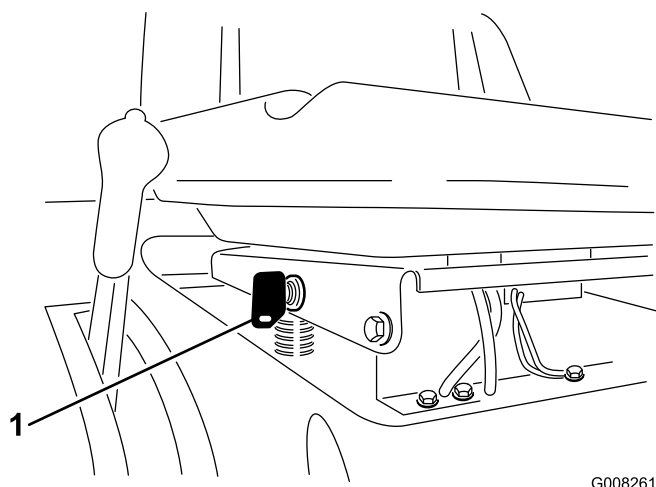

Figura 13
Se dovete utilizzare il comando delle lame (PDF) durante la retromarcia, escludete il microinterruttore di sicurezza agendo sull'interruttore KeyChoice, situato accanto alla staffa del sedile (Figura 13).
2. Inserite la chiave KeyChoice nell'interruttore (Figura 13).